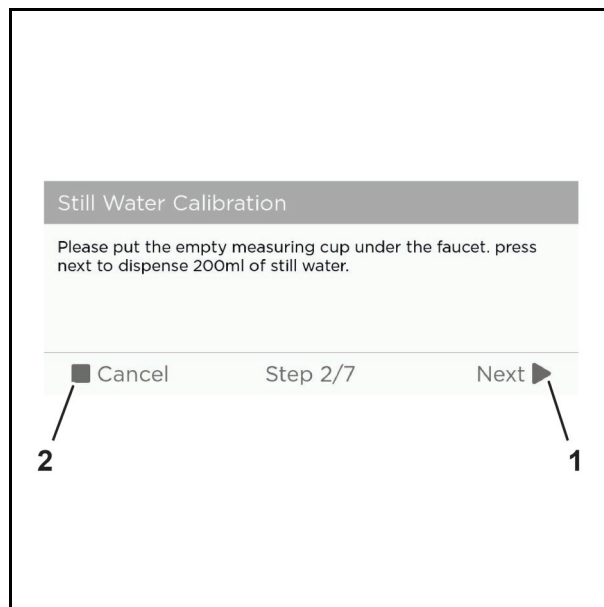

Abb. 58 Beispielgrafik
3. Tippen Sie auf die Schaltfläche "Next" (Abb. 58/ 1), um mit der Kalibrierung fortzufahren oder "Cancel" (Abb. 58/2), um die Kalibrierung abzu- brechen.